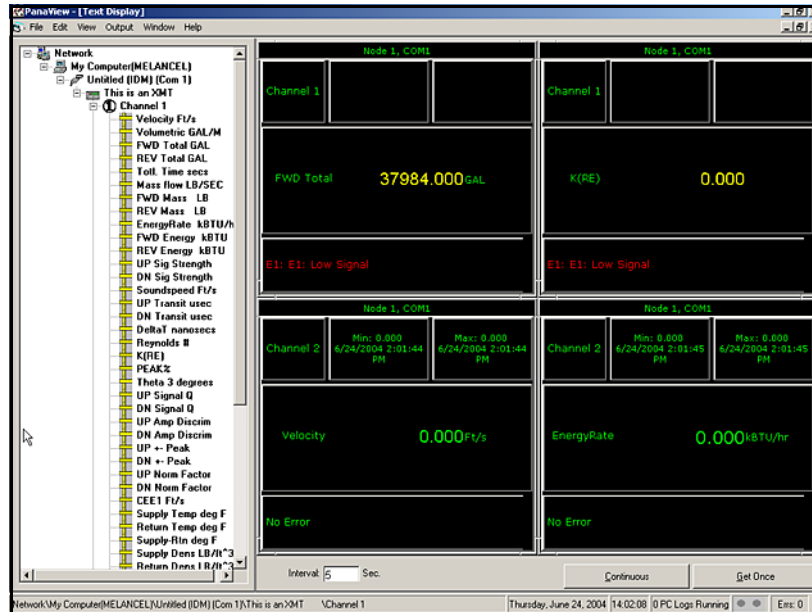

Figura 20: Schermate di testo multiple nella finestra *Text Display* (Visualizzazione testo)
2. Ripetere il passaggio 1 per ogni ulteriore parametro di processo desiderato, facendo doppio clic su di essi nell'albero di rete PanaView. PanaView affianca automaticamente le schermate di testo nel riquadro di destra della finestra *Text Display* (Visualizzazione testo) (vedere la *Figura 20*).